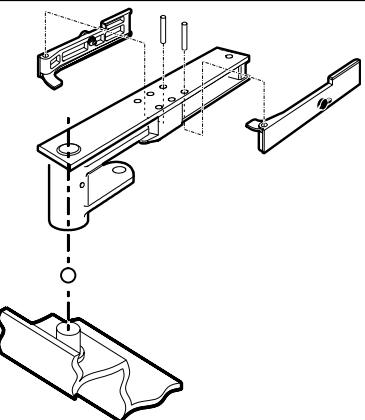

Fig. 8
- Fixer les leviers de déblocage à la patte de support du portail et la monter sur l'axe du caisson portant sans oublier d'engager la bille fournie (fig. 8).